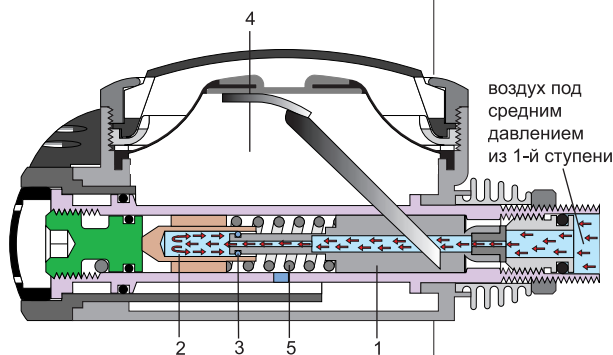

РИСУНОК 4. Схема дыхательного автомата LX, фаза вдоха.
Дыхательный автомат LX (рис. 4) является сбалансированным. Каково принципиальное конструктивное отличие сбалансированного и несбалансированного дыхательных автоматов?
Принципиальная схема его устройства (рис. 4) похожа на устройство мембранной сбалансированной первой ступени регулятора. Шток (1) клапана имеет сквозное отверстие, через которое воздух из первой ступени при среднем давлении поступает в балансировочную камеру (2). O-ринг (3) предотвращает попадание воздуха из балансировочной камеры (2) в воздушную камеру (4). Таким образом, помимо усилия пружины (5), клапан подпирается изнутри, в балансировочной камере, давлением воздуха, равным промежуточному давлению. Иными словами, в отличие от несбалансированного дыхательного автомата, где пружине приходится преодолевать давление сжатого воздуха, поступающего из первой ступени, в сбалансированном дыхательном автомате сам сжатый воздух промежуточного давления частично компенсирует усилие пружины для закрытия клапана. Поэтому такая конструкция позволяет значительно уменьшить силу упругости пружины (5), и, следовательно, снизить усилие на «подрыв» клапана. Именно поэтому дыхание из второй ступени LX исключительно легкое, и оно практически не зависит от величины промежуточного (установочного) давления. Это обстоятельство позволяет установить сбалансированный дыхательный автомат LX на сверхсбалансированный редуктор, каковым является LEGEND, у которого с глубиной растет установочное давление (см.